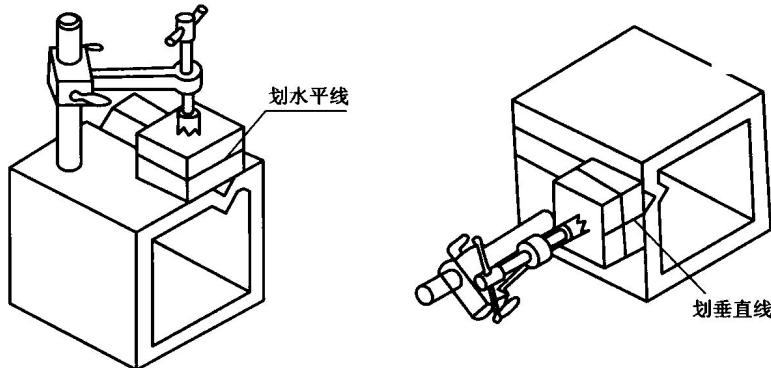

图 1-3 方箱划线
**方箱：**方箱是用铸铁制成的空心立方体，相邻各面相互垂直。上面有 V 形槽用来安装轴类、筒类等圆形工件，以便找正划出中心线。方箱用于尺寸较小而加工面较多的工件划线。如图 1-3 所示。